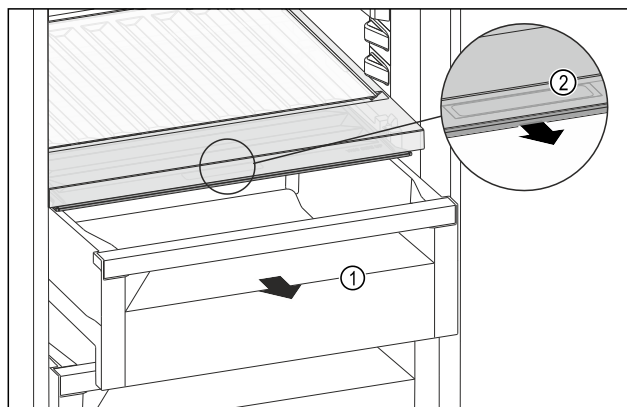

Fig. 155
- ▶ Zásuvku Fig. 155 (1) vytáhněte.
- ▶ Uchopte prohlubeň pro rukojeť Fig. 155 (2) na víku zásuvky a současně zatáhněte za víko zásuvky směrem dopředu.